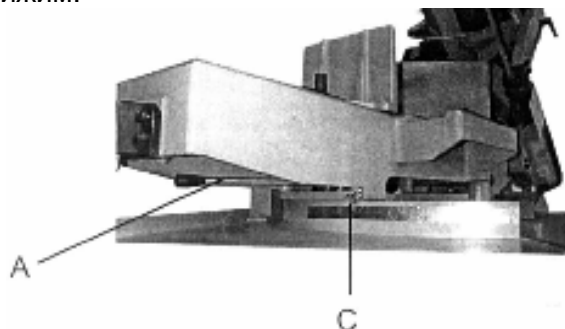

Рис. 26
2. Переместите рукоятку (А, Рис. 26) по направлению к маховику и переместите корот-
3. Поверните раму в сборе, как показано на рисунке 23 под нужным углом в соответствии со шкалой (С, Рис. 26).
4. Потяните рукоятку (А, Рис. 26) по направлению к концу двигателя пилы и короткую рукоятку по направлению к маховику, чтобы зафиксировать раму пилы.